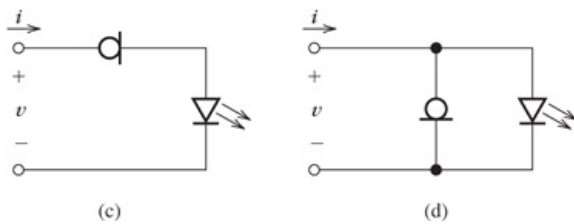
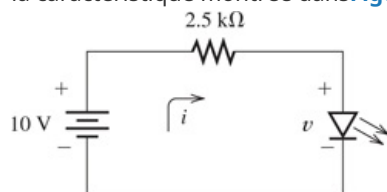
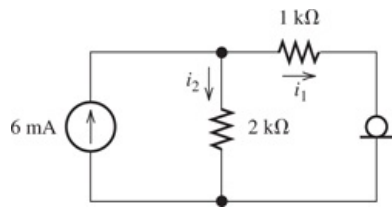
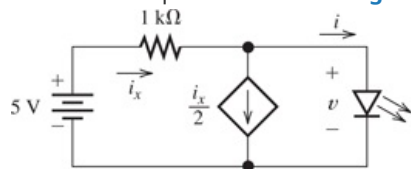

Figure P9.20
Figure P9.21
Figure P9.22
Figure P9.23
P9.20. Il existe plusieurs types de diodes à usage spécifique. L'une d'entre elles est la diode à courant constant pour laquelle le courant est constant sur une large plage de tension. Le symbole du circuit et la caractéristique volt-ampère d'une diode à courant constant sont indiqués dans Figure P9.20\(a\) .
Un autre type spécial est la diode électroluminescente (DEL) pour laquelle le symbole du circuit et une caractéristique volt-ampère typique sont représentés dans Figure P9.20\(b\) . Parfois, la combinaison en série de ces deux appareils est utilisée pour fournir un courant constant à la LED à partir d'une tension variable indiquée dans Figure P9.20\(c\) .
b. Esquissez la caractéristique volt-ampère globale à l'échelle pour la combinaison parallèle illustrée dans Figure P9.20\(d\) .
P9.21. Déterminer les valeurs pour j et v pour le circuit de Figure P9.21 ayant . La diode est la LED la caractéristique montrée dans Figure P9.20(b) .
P9.22. Déterminer les valeurs pour j_1 et j_2 pour le circuit de Figure P9.22 diode . L'appareil est le courant constant ayant la caractéristique indiquée dans Figure P9.20(a) .
P9.23. Déterminer les valeurs pour i et v pour le circuit de Figure P9.23 ayant Figure P9.20\(b\). La diode est la LED la caractéristique montrée dans Figure P9.20\(b\).